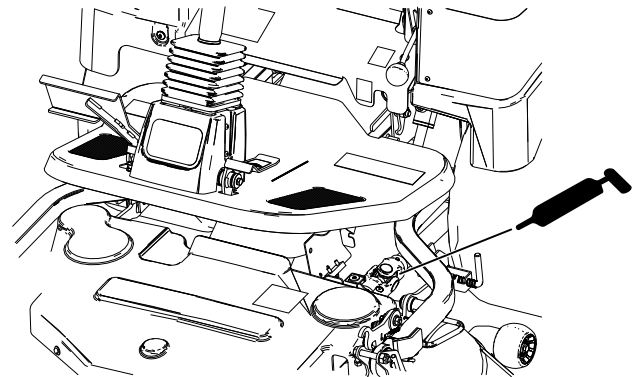

Bild 47
- Vorderes Antriebsgelenk der Antriebswelle am Mähergetriebe (Bild 47).